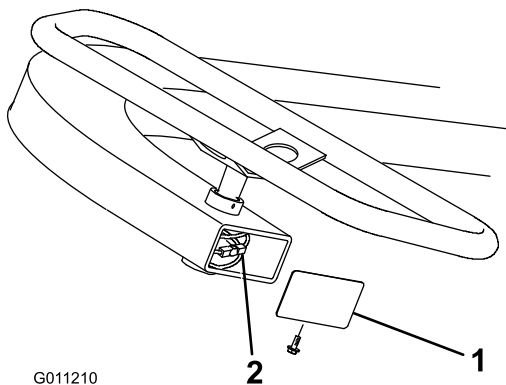

Figure 49
2. Si tous les filets de l'embout du câble ont été utilisés, il faut remplacer le câble. Si nécessaire, procédez à l'entretien de la poulie et du câble de direction sous le volant en retirant le couvercle à l'extrémité de la colonne de direction (Figure 49).